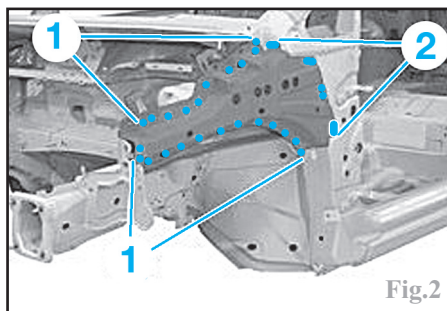

Fig.2
Fraiser les points de soudure (1) et meuler les soudures MIG (2) (Fig.2)
Souder par résistance par points (Fig.2).